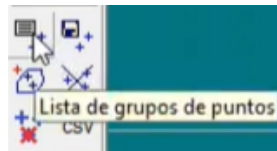
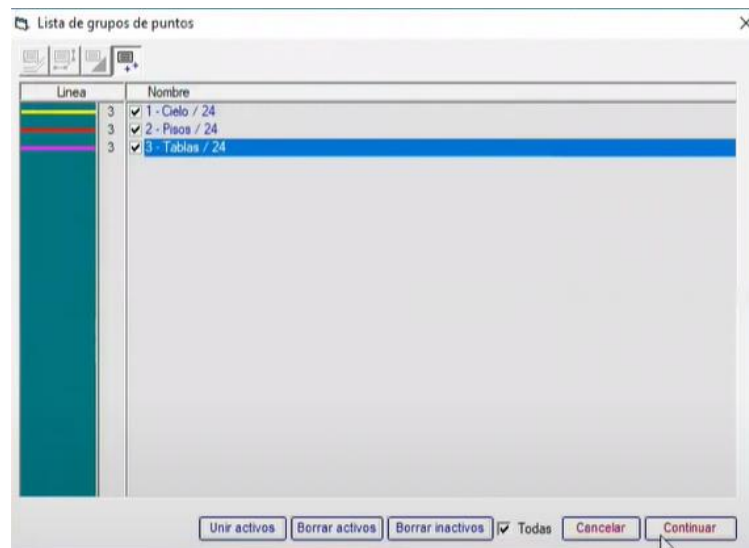

Figura 464. Lista de puntos.
Figura 465. Lista de puntos.
32. Para cambiar el aspecto de los puntos, seleccionar la opción “Lista de grupos de puntos” (figura 464), que se encuentra en el nuevo menú lateral izquierdo, configurar el tamaño, color de los puntos importados y cambiar el nombre de cada grupo de puntos a “Cielo”, “Tablas” y “Piso”, respectivamente. Presionar “Continuar” (figura 465).